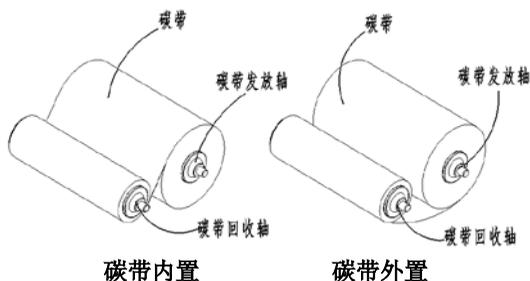

图 5.6-1
- 1) 将碳带缠绕在碳带发放轴与碳带回收轴上（见图 5.6-1）；